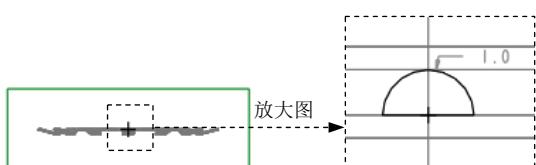

图 23.16 截面草图
(2) 单击^{模型}功能选项卡^{切口和曲面}区域中的^{拉伸}按钮，在操控板中，确认“实体”按钮[□]被按下。
① 定义草绘截面放置属性。在绘图区域右击，从系统弹出的菜单中选择^{定义内部草绘...}命令；然后选取 ADTM1 基准平面为草绘平面，选取 MOLD_PATING_PLN 基准平面为参考平面，方向为^上；单击对话框中的^{草绘}按钮。
② 绘制截面草图。绘制图 23.16 所示的截面草图；完成特征截面的绘制后，单击“草绘”操控板中的“确定”按钮[✓]。